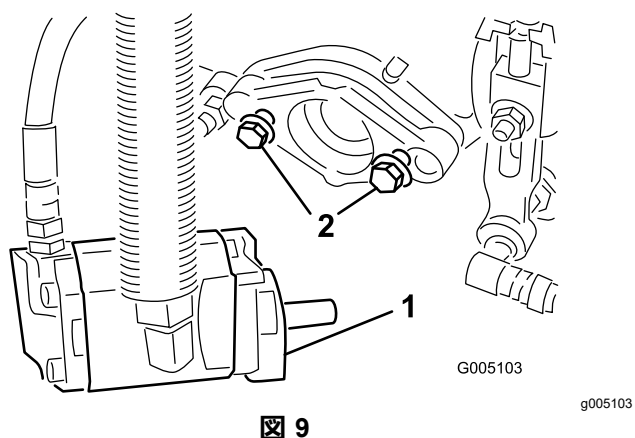

図 9
6. リールモータ取り付けボルトのねじの頭が、それぞれおよそ 13 mm 突き出した状態になるようにすること 図 9。
9. 取り付けボルトを締め付ける 図 9。